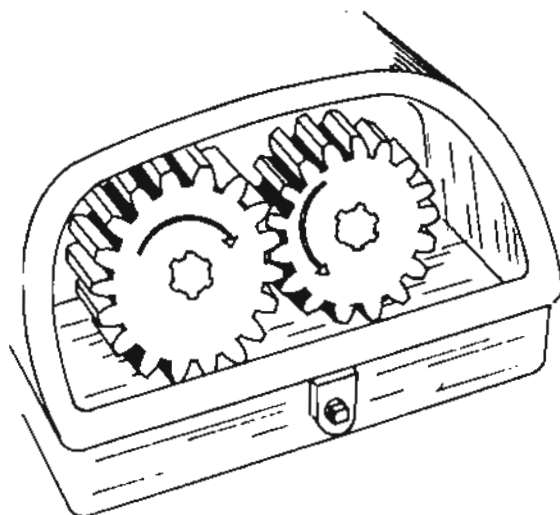

Fig. 3
- c Regule la velocidad de trabajo, intercambiando la posición del piñón conductor y el conducido (fig.3).